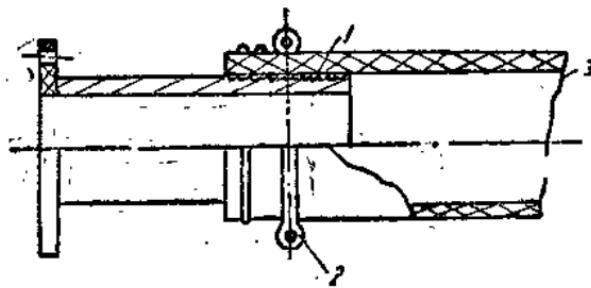

图 5 吸水胶皮管及吸水龙头的装配
(1) 按正确的安装方法，装配吸水胶皮管及吸水龙头。如图 5 所示，将短管切成带有螺旋沟状，并涂上铅油，同时使短管外径大于吸水胶管内径 3 毫米，安装时用圆铁卡子卡住。